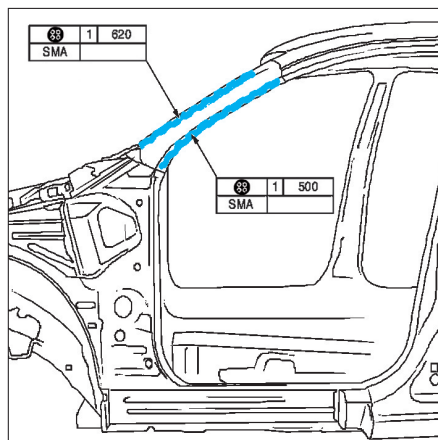

FIG. 39
- Encoller la partie supérieure du montant A (fig. 39).
- Mettre la colle sur la partie supérieure du montant A (fig. 39).